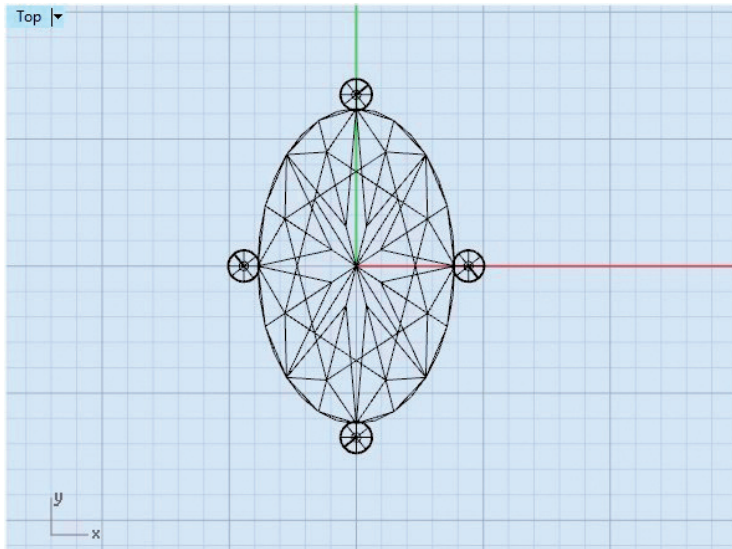

Рис. 83. Построение камня и крапанов
1. Сначала создаем камень овальной формы с крапанами (рис. 83). Для этого выбираем необходимые элементы из встраиваемого в программу плагина для ювелирных изделий Rhinogold.